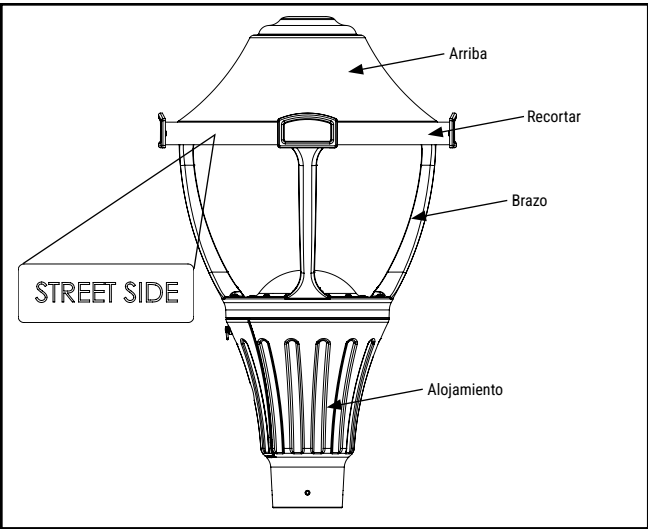

Figura 2.
- 10. Coloque la luminaria en el poste y gírela hasta que la etiqueta del lado de la calle de la luminaria esté orientada hacia la calle o la posición deseada (Figura 2).